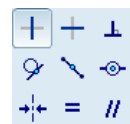

图 4.11.5 “约束”工具栏
Step1. 单击工具栏按钮 中的 (或选择下拉菜单 **草绘(S)** **约束(C)** **相切** 命令)，系统弹出图 4.11.5 所示的“约束”工具栏。